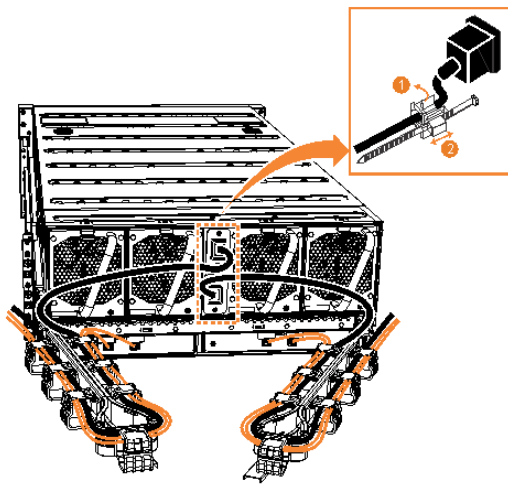

Abbildung 139. Netzkabel sichern
2. Befestigen Sie die Netzkabel im Kabelhalter an den einzelnen Netzteilanschlüssen an der Rückseite des Gehäuses (siehe Abbildung 139 auf Seite 127). Stellen Sie außerdem sicher, dass jedes Kabel entlang eines der Kabelträger befestigt wird. Die Kabelträger halten auch die SAS-Kabel.